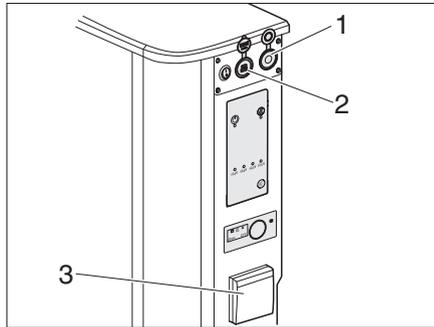

Fig. 8 Blocco di collegamento
- Presa a 12 V (Fig. 8,1)
- 2 prese USB (Tipo A e Tipo B) (Fig. 8,2)
- Presa a 230 V (Fig. 8,3)